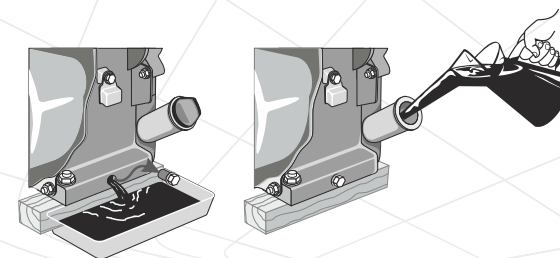

Рисунок 9
**Порядок замены моторного масла (см. рисунок 9)**